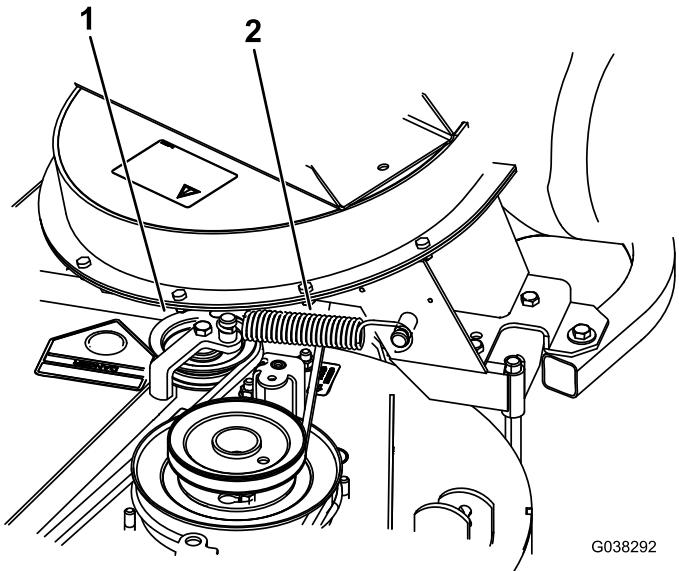

Bild 41
8. Setzen Sie die Feder ein, siehe Bild 41.
| 9. Verlegen Sie den Riemen auf die gefederte Spannscheibe (Bild 41). | |